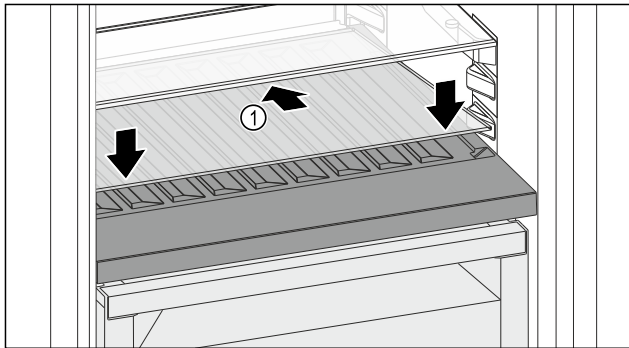

Fig. 110
- ▶ Glasplatte Fig. 110 (1) schräg und nach hinten unten geneigt ansetzen.
- ▶ Glasplatte Fig. 110 (1) vorne absenken.